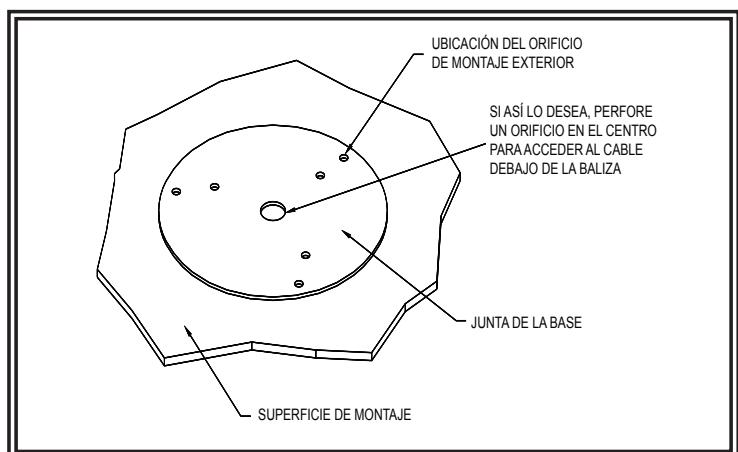

Figura 1
2. Usando la junta base como plantilla, marque las ubicaciones de los tres orificios de montaje (vea la figura 1).
4. Se puede perforar un cuarto orificio para el acceso del cable como se muestra en la figura 1, o bien, se pueden pasar los cables a través de la ranura de la base para acceso externo.